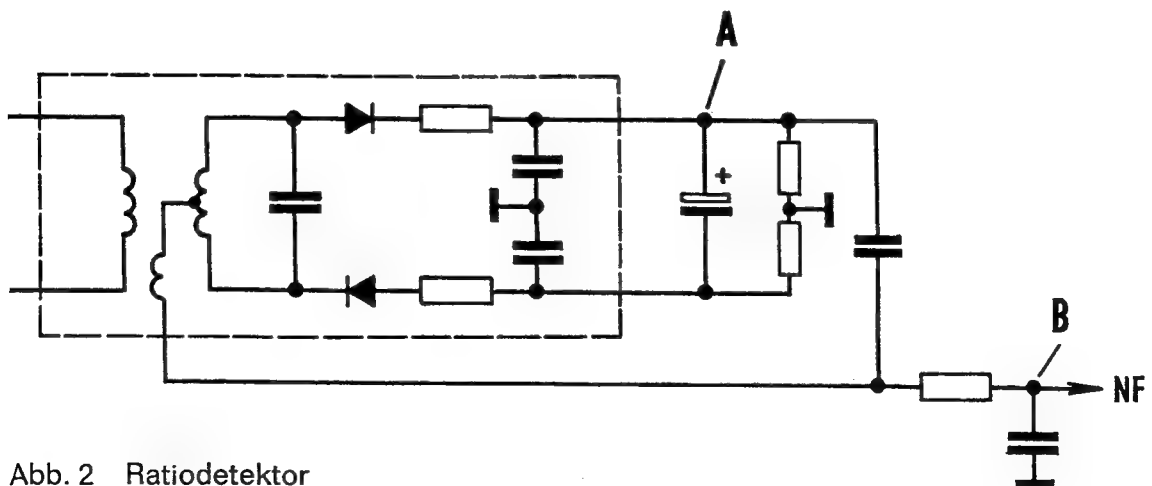

Abb. 2 Ratiodetektor
Über einen Entkopplungswiderstand von 200 k Ω ist das Signal auf den Y-Eingang des Oszillographen (z. B. GRUNDIG G 3/13) auszukoppeln, bei FM am Punkt B der Abbildung 2, bei AM vor dem Klangregelnetzwerk.
Über einen 200-k Ω -Entkopplungswiderstand ist ein Gleichspannungsröhrenvoltmeter (z. B. GRUNDIG RV 20, UV 4) entsprechend Abb. 2 an Punkt A des Ratiodetektors anzuschließen. Die HF-Ausgangsspannung ist so weit zu erhöhen, bis sich der angezeigte Wert trotz weiterer HF-Spannungserhöhung nur mehr unwesentlich ändert. Der Begrenzungseinsatz kann an der Stellung der geeichten Spannungsteiler ⑫ ⑬ ermittelt werden.
Um den Sekundärkreis des Ratiofilters auf größtmögliche Linearität und Symmetrie abzugleichen, wird die HF-Ausgangsspannung zweckmäßigerweise durch die Abgleichöffnung im UKW-Aggregat mittels eines Drahtstückes eingekoppelt und für das Sichtgerät eine Spannung über einen 200- Ω -Entkopplungswiderstand hinter dem NF-Ausgang des Diskriminators, z. B. an der Deemphasis (Abb. 2, Punkt B), abgenommen. Dabei wird bei Geräten ohne AM-Unterdrückungstrimmer der Sekundärkreis bei großem HF-Signal auf größte Linearität und Symmetrie innerhalb des 75-kHz-Hubes abgeglichen. Bei Geräten mit AM-Unterdrückungstrimmer wird der Trimmer bei maximalem HF-Signal auf maximale AM-Unterdrückung eingestellt, dann der Sekundärkreis bei geringer HF-Spannung auf größtmögliche Linearität und Symmetrie nachgetrimmt.